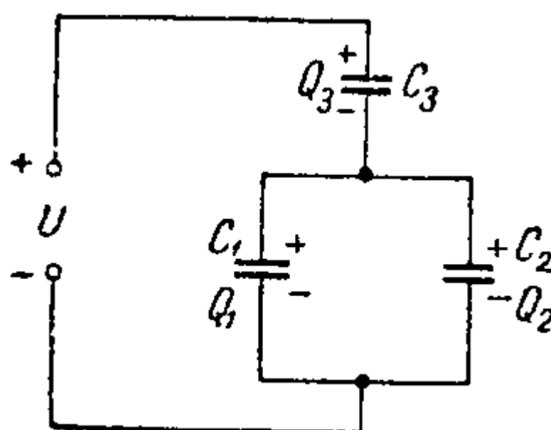

Рис. 1
15. Определить заряд и энергию каждого конденсатора в схеме на рис. 1. Заданы значения емкостей ($C_1 = 50$ мкф, $C_2 = 150$ мкф, $C_3 = 300$ мкф) и напряжения ($U = 240$ В).